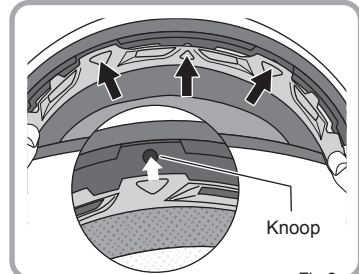

Fig.2
2. Maak de 3 drukknopen vooraan vast (Fig. 2).